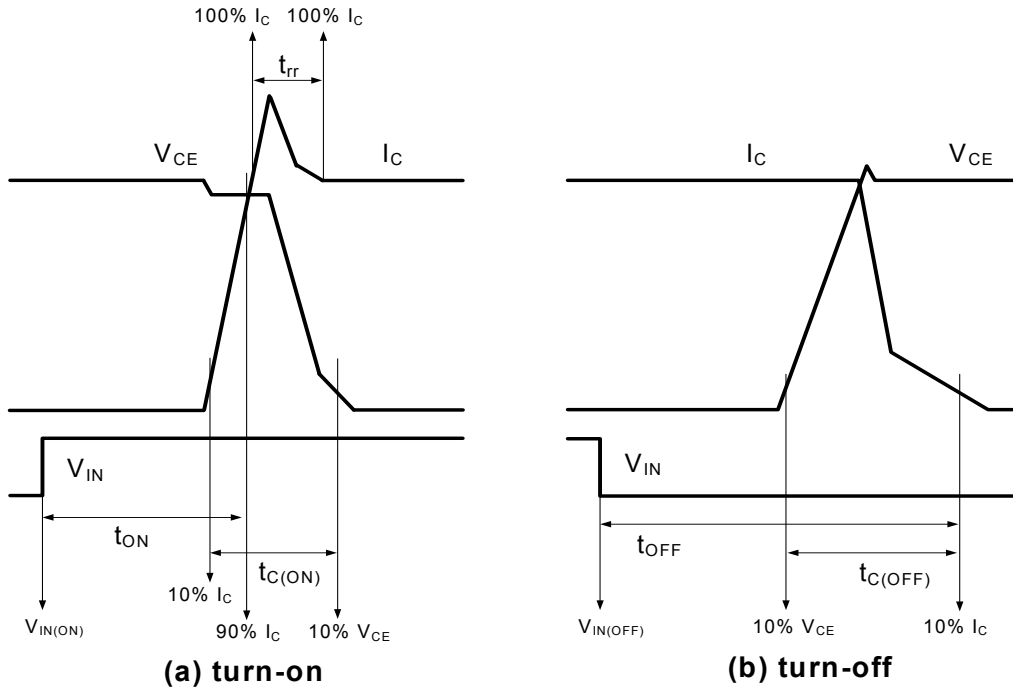

图 4. 开关时间的定义
3. t_{ON} 和 t_{OFF} 包括模块内部驱动 IC 的传输延迟时间。 $t_{C(ON)}$ 和 $t_{C(OFF)}$ 指在内部给定的栅极驱动条件下, IGBT 本身的开关时间。详细信息, 请参见图 4。